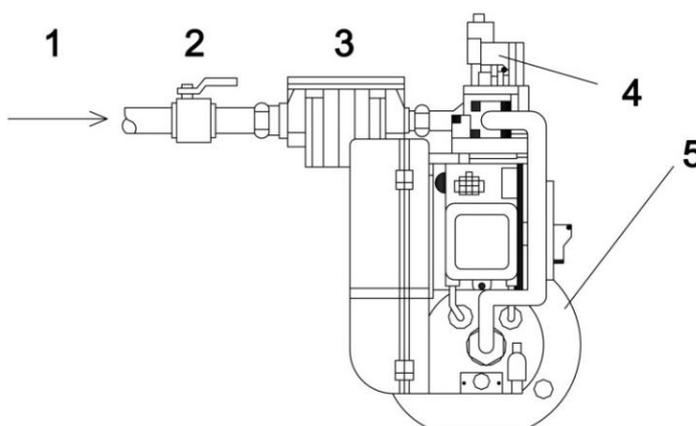

Рис. 26
2. Порядок подключения к котлу ввода природного газа. (Рис. 26)